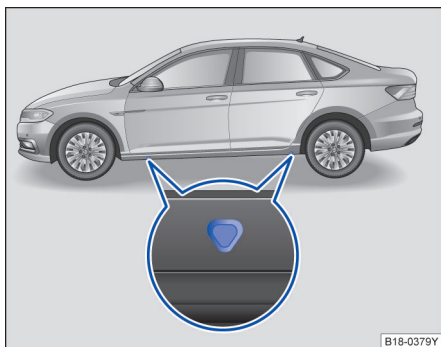
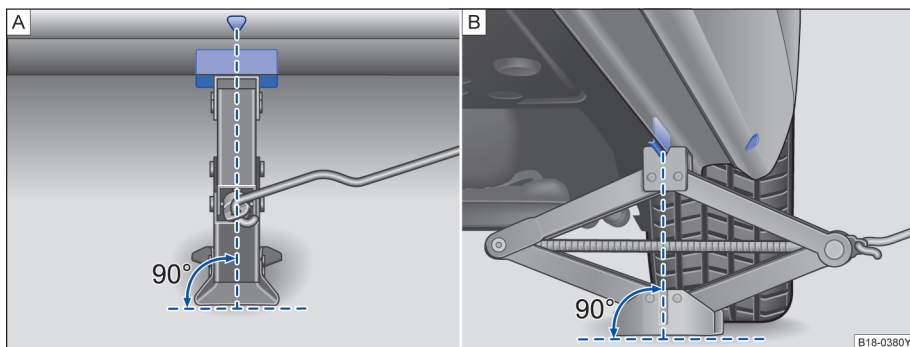

图 144 汽车底板：千斤顶的支撑点
图 145 将千斤顶放在汽车左右侧
汽车千斤顶只允许放置在图示支撑点（车身上的标记）处 → 图 144 或 → 图 145。在每个车轮旁都有相应的支撑点 → .
5. 在车身底部下方找到靠近更换的车轮侧的千斤顶支撑点 ⇒ 图 144。